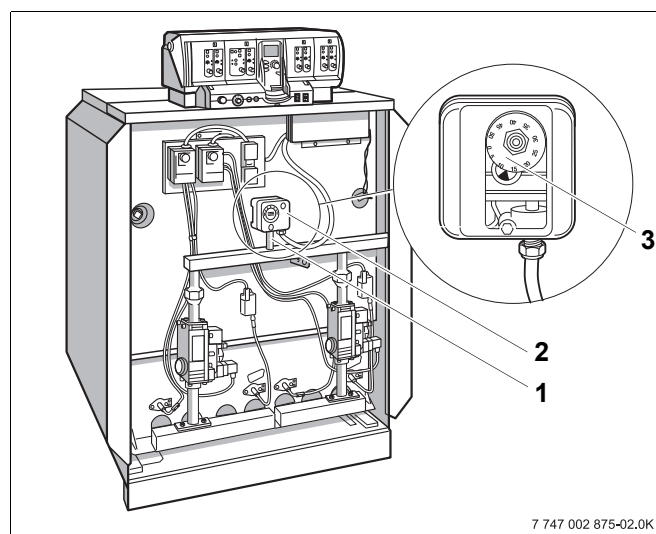

Рис. 47 Монтаж / переналадка реле контроля давления газа
- Установите звено трубопровода (входит в поставку деталей для перехода на другой вид газа) прямой стороной в трубу для подключения газа (Рис. 47, поз. 1).
- Установите реле контроля давления газа (Рис. 47, поз. 2) (входит в поставку деталей для перехода на другой вид газа) регулировочным диском вперед на уголок звена трубопровода.